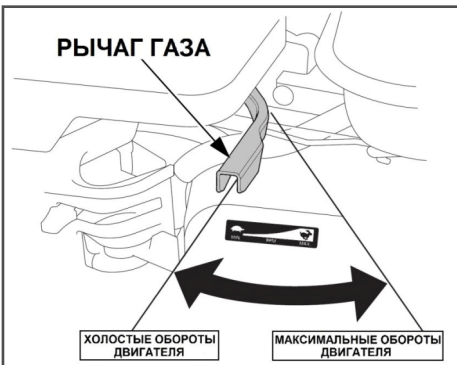

Рис. 16
4. Переведите рычаг газа на 1/3 хода в сторону положения максимальных оборотов двигателя (Рис. 16).